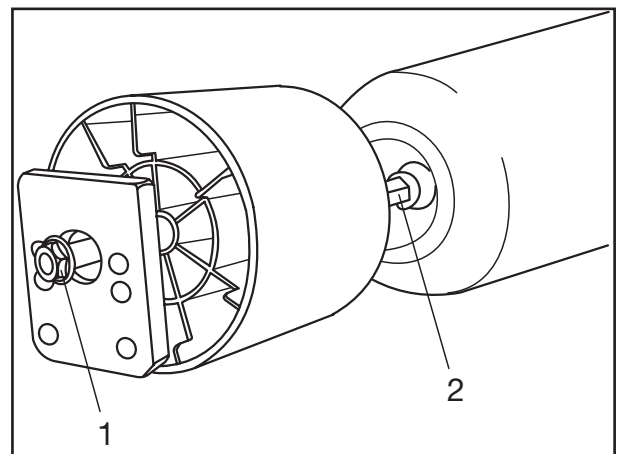

Fig. 11
☞ Bei Ausführung mit Kunststoffglocke wird durch herausschrauben der Sicherungsschraube (Fig. 11/1) der Luftfederbalg zerlegt, ggf. kann jetzt die Gewindehülse (Fig. 11/2) heruntergeschraubt werden.
- ☞ Bei Ausführung mit Kunststoffglocke die Gewindehülse (Fig. 11/2) mit einem Anziehdrehmoment von 130 Nm auf den Luftbalg schrauben. Die Stahlplatte in die Kunststoffglocke legen und mit der Sicherungsschraube verschrauben.
-  Where plastic piston is fitted, dismantle the air bag by unscrewing and removing the locking screw (Fig. 11/1). If necessary, the threaded sleeve (Fig. 11/2) can now be screwed out.
-  Where plastic piston is fitted, screw the threaded sleeve (Fig. 11/2) onto the air bag with a tightening torque of 130 Nm. Insert the steel plate into the plastic piston and screw on using the locking screw.
-  Pour l'exécution avec piston en plastique, désassembler le coussin d'air en dévissant la vis de sûreté (Fig. 11/1) ; la douille filetée (Fig. 11/2) peut maintenant être dévissée si nécessaire.
-  Pour l'exécution avec piston en plastique, visser la douille filetée (Fig. 11/2) au coussin d'air en serrant à un couple de 130 Nm. Poser la plaque d'acier sur le piston en plastique et la visser au moyen de la vis de sûreté.